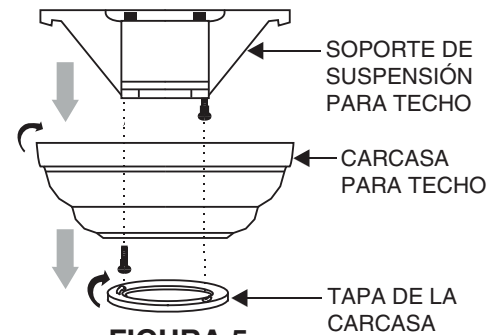

FIGURA 5
2. Quite el soporte de suspensión de la carcasa, retire 1 de los 2 tornillos de la parte inferior del soporte de suspensión y afloje el segundo girando media vuelta la cabeza del tornillo. A continuación, gire la carcasa en sentido contrario a las agujas del reloj para retirar el soporte de suspensión. (Figura 5)